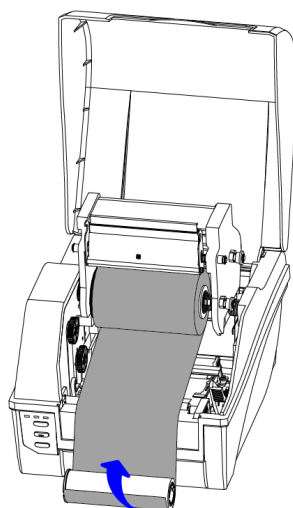

Рисунок 2-8 Крепление ленты к запасному сердечнику
6. Пропустите ленту через модуль печатающей головки и оберните конец ленты вокруг запасного сердечника, см. рисунок 2-8.